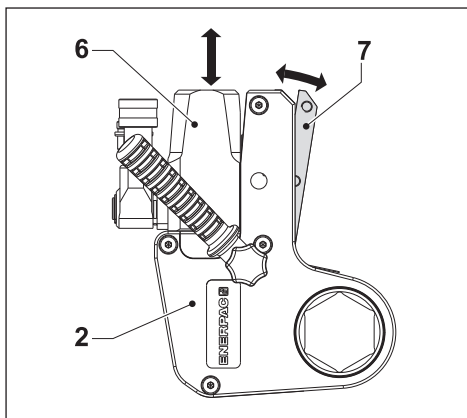

図4
3.3.1 カセットを取り外すには (図4と5)
- ・ カセットリリースレバー (7) を外側へ引きます。
- ・ 油圧ドライブユニット (6) をカセット (2) から取り外します。
3.3.2 カセットを取り付けるには (図4と5)
- ・ リリースレバー (7) を外側へ引きます。
- ・ 格納リンク (12) がラチェットレバー内のスロット (14) に合うようにします。必要に応じて、ピストンロッドを回転させます。
- ・ ドライブユニットをカセットの上にスライドさせ、スピゴット (13) をドライブユニット位置決めプレート (15) の開口部を通して押します。
- ・ リリースレバー (7) を押し込んでカセット (2) に戻します。ボールのツメが所定の位置にカチッとハマるようにします。カセットリリースレバーを完全に閉じていることを確認します。